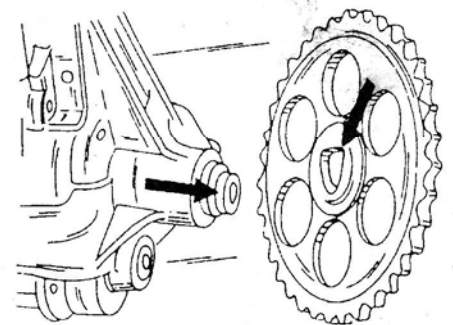

Рис. 76. Надевание звездочки на вал масляного насоса. Профили вала и отверстия звездочки должны совпадать.
- Надеть звездочку масляного насоса. Посадочное отверстие звездочки имеет фигурный профиль, соответствующий поперечному профилю конца вала насоса, как это показано на рис. 76.